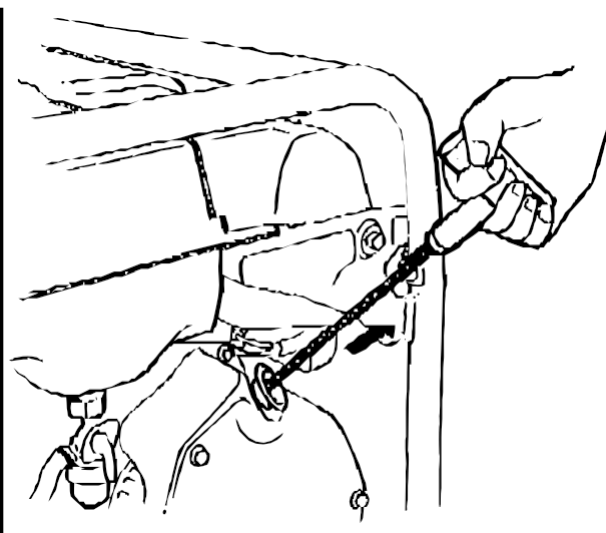

Fig. 1
5. Trageți ușor de mânerul demarorului și când simțiți rezistență trageți energic **Fig. 1**.